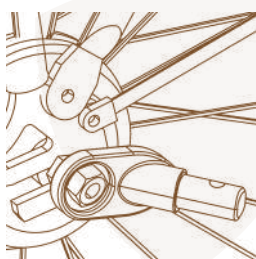

Figura 11
- 2. Asse con dado:** svitare il dado con la rondella dal lato sinistro del perno posteriore della bici. Installare il gancio sul perno e riavvitare il dado con la rondella (Figura 11).